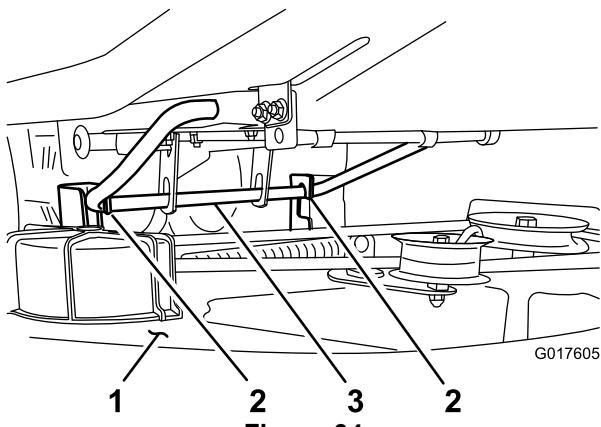

Figure 34
- 7. Soulevez et enlevez le plateau de coupe et les supports de la tige de levage arrière et abaissez la tondeuse au sol avec précaution (Figure 34).
7. Soulevez l'arrière du plateau de coupe et guidez les supports sur la tige de levage arrière (Figure 34).